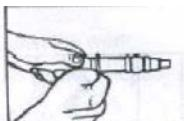

Рис.3
9.2. Снять с наконечника пружину U-формы и вытащить наконечник с направляющей крепежа (см. рис.3 и рис.4)